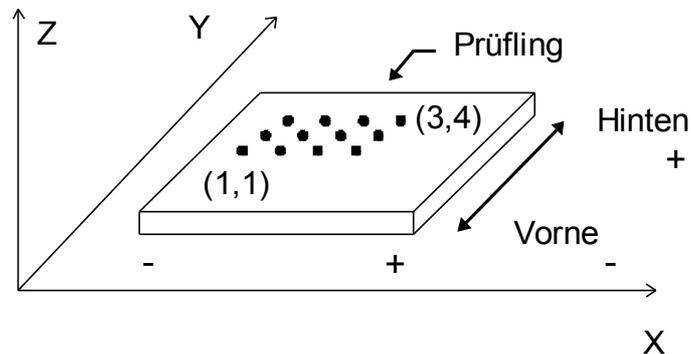

Abbildung 1
- Bei einer Flächenmessung verlaufen die Zeilen von links nach rechts und die Spalten von vorn nach hinten (s. Abbildung 1).
Positive Angaben bedeuten für die Y-Achse eine Fahrt des Proben­tisches nach vorn bzw. eine Fahrt des Portals nach hinten. Die Sonde bewegt sich in positiver Richtung über der Probenoberfläche (s. Abbildung 1).